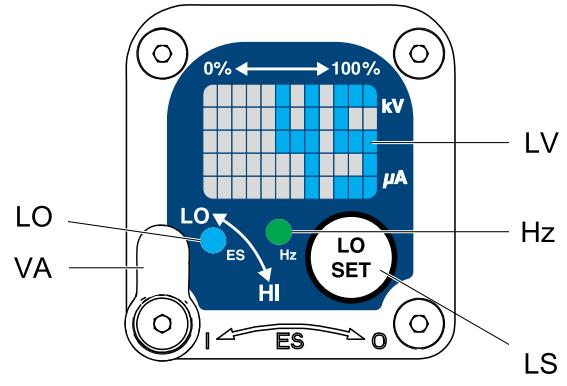

Figure 4 低压设置屏幕 (未锁定)
用户可调整低压设置。若要在运行模式下访问低压设置屏幕，请短暂按压“LO SET”按钮 (LS)。屏幕将显示当前低压设置值。参见图 4 和第 11 页的表 1。低压范围为 30–60 kV。
| LV | 低压显示窗 | 显示低压设置值为一个数字。该设置值可更改。参见图4。 |
要更改锁定状态，按住“LO SET”按钮，直到锁的图像出现或消失。如果设置了锁定，在低压模式时低压设置屏幕上也会出现该图像 (参见图 4)。